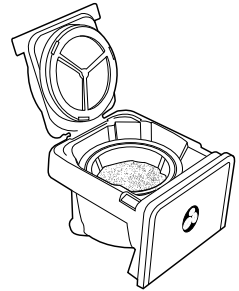

Figure 5
3. Ajoutez la quantité désirée de café et secouez doucement pour aplanir la surface du café. Vous reportez au tableau de Mesure du Café (Figure 5).